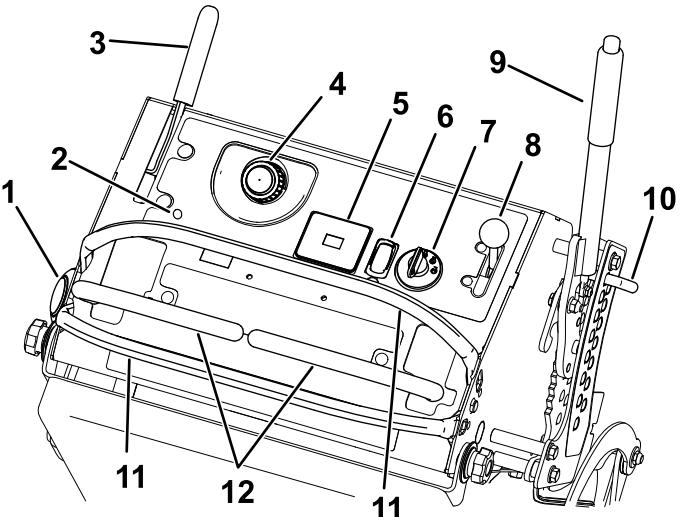

Figura 4
Familiarícese con todos los controles antes de poner en marcha el motor y trabajar con la máquina (Figura 4).
Si se detecta un problema o una avería en el sistema, se enciende el indicador de avería (IA) (Figura 4).
El mando de la toma de fuerza (TDF) se utiliza para engranar y desengranar las cuchillas de la segadora o arrancar y parar accesorios motorizados (Figura 4); consulte Uso del mando de la toma de fuerza \(TDF\) \(página 16\).
El acelerador controla la velocidad del motor y tiene un ajuste variable continuo de LENTO a RÁPIDO (Figura 4).
Las palancas de control de movimiento se utilizan para conducir la máquina hacia adelante, hacia atrás y girarla en ambos sentidos (Figura 4).